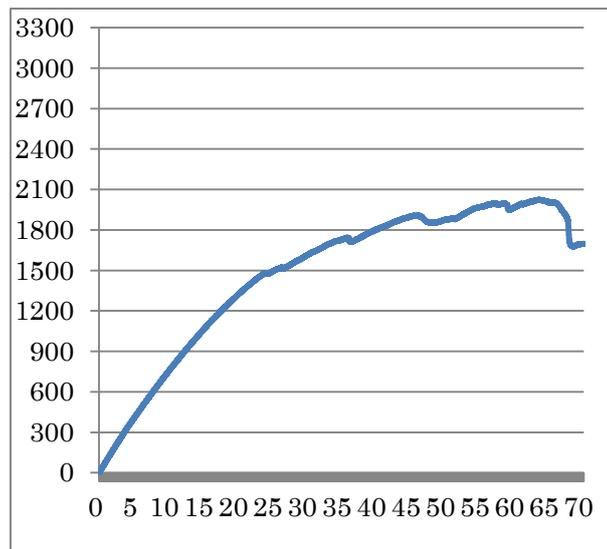

図 5 和瓦引張試験荷重たわみ線図例
- a) たわみ量が直線に近い穏やかな曲線で推移している範囲で想定する最大の許容たわみ量を設定し、その際の試験荷重 (N) を応力たわみ線図より読み取る。(図5では1300N程度)
- b) 読み取った試験荷重 (N) に対して安全率 (1.5~2.0 程度が一般的) を考慮した値を金具一つの試験方向 (引張, 引き倒し, 横ずれ) での許容荷重とする。